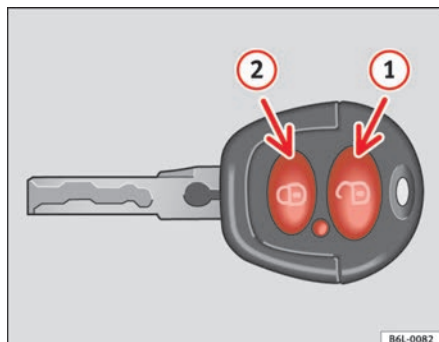
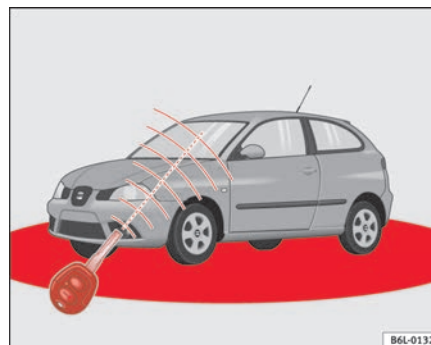

Fig. 48 Teclas de la llave con mando a distancia
Fig. 49 Radio de acción del mando a distancia por radiofrecuencia
La zona de efectividad (zonas rojas) ⇒ fig. 49 del mando a distancia se muestra en la figura. El alcance máximo depende de diversas circunstancias.
Para **abrir**, dirija la llave dentro de la zona de efectividad, hacia el vehículo y pulse brevemente la tecla de apertura ⇒ fig. 48 . Los intermitentes ►
parpadean dos veces. Para **cerrar** el vehículo, pulse brevemente la tecla de cierre  ⇒ **fig. 48 ②**. Los intermitentes parpadean una vez.
Pulse **dos veces** la tecla de cierre  ⇒ **página 85, fig. 48 ②** se desactiva el sistema de seguridad del cierre (doble cierre) y la alarma volumétrica*, permaneciendo activada la alarma perimétrica*, el testigo sigue encendido.
Pulsando una vez la tecla  ⇒ **página 85, fig. 48 ①**, se abrirá sólo la puerta del conductor, permaneciendo el resto cerradas.
Pulsando dos veces la tecla  ⇒ **página 85, fig. 48 ①**, se desbloquearán todas las puertas.
- El mando a distancia por radiofrecuencia funciona únicamente dentro de su radio de acción ⇒ **página 85, fig. 49** (zona roja).
- Si se desbloquea el vehículo con la tecla  ① y no se abre ninguna puerta ni el portón trasero antes de que transcurran 30 segundos, volverá a bloquearse automáticamente. Esta función impide que el vehículo permanezca desbloqueado involuntariamente durante un periodo de tiempo prolongado.
⇒ página 85, fig. 48 ⇒ página 85, fig. 49.